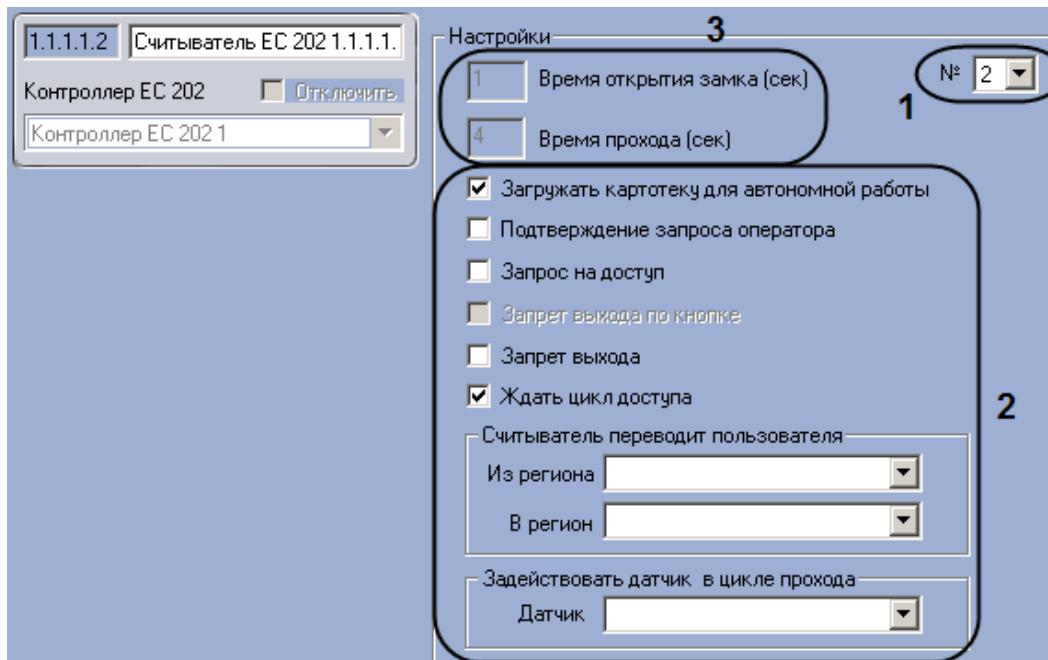

Рис. 3.5—11 Настройка второго считывателя контроллера Кодос ЕС 202 в режиме одной двери
- Установить аппаратный адрес равным двум, выбрав его из раскрывающегося списка № (см. Рис. 3.5—11, 1).
- Произвести настройку параметров (см. Рис. 3.5—11, 2) по аналогии с первым считывателем (см. п. 3.5.5.1).